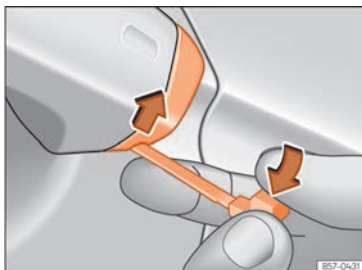

Fig. 83 Manípulo da porta do condutor: soltar a tampa fazendo alavanca.
- Introduza a chave de emergência na abertura inferior da tampa do manípulo da porta do condutor »» Fig. 83 e eleve a tampa de baixo para cima.